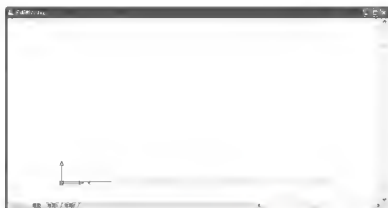

图 2.23 调整 A 轴线的位置
(4) 用【实时缩放】和【平移】命令将视图调整至如图 2.23 所示的状态。